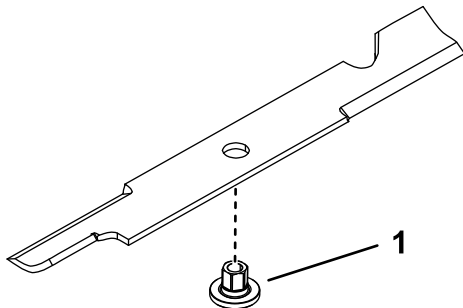

Figura 96
1. Instale el buje a través de la cuchilla con la brida del buje en el lado inferior (lado del césped) de la cuchilla (Figura 96).